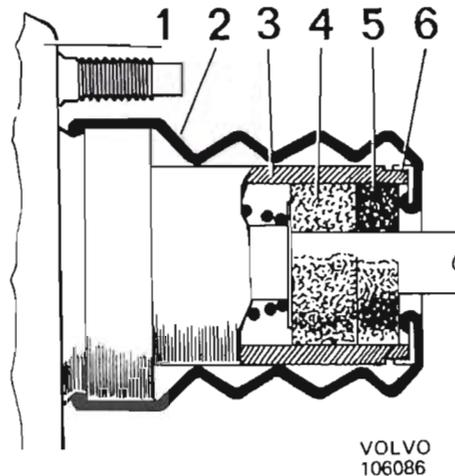

Abb. 103 Filterbestandteile
5. Gummimanschette abstreifen. Filter hervorziehen und aufschneiden. Bei Typ 3 (Abb. 103) sind Schalldämpfer (5) und Filter (4) erst nach Entfernung der Konsole (6) mittels Schraubenzieher zugänglich.
Gummimanschette (2, Abb. 103) zurückschieben. Kunststoffscheibe (6) mit Hilfe eines Schraubenziehers entfernen. Schalldämpfer (5) und Filter (4) herausnehmen.